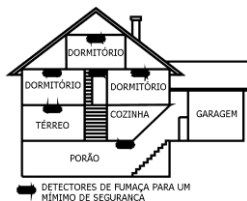

Figura 2: Locais de instalação para detectores de fumo e calor em apartamentos ou casas com mais de um andar.
- Instale um detector de fumo e calor em cada andar de uma residência que tenha mais de um piso (*ver Figura 2*).